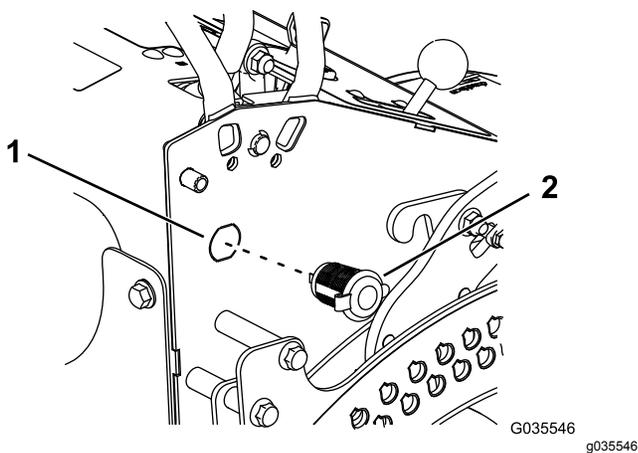

Figure 1
2. Retirez le cache amovible sur le côté droit de la machine (Figure 1).
4. Montez la prise 12 V et fixez-la avec la bague de blocage (Figure 1).